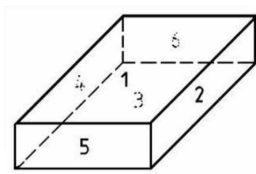

Fig.1
- De doos moet op haar grootste zijde plat neergezet worden (zie fig. 1).